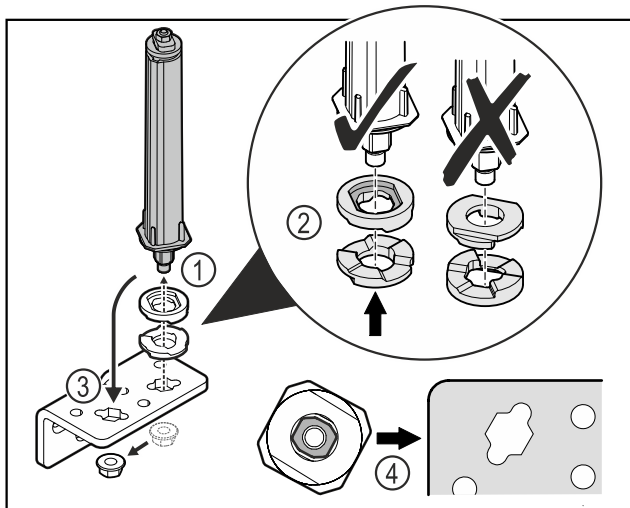

Fig. 32
- Lossa muttern och ta bort dörrlåssystemet Fig. 32 (1).
- Se till att rikta brickorna för höjdjustering korrekt Fig. 32 (2).
- Flytta dörrlåssystemet i gångjärnsfästet och fixera med muttern Fig. 32 (3).
- Kontrollera att dörrlåssystemet är korrekt riktat vid monteringen Fig. 32 (4).